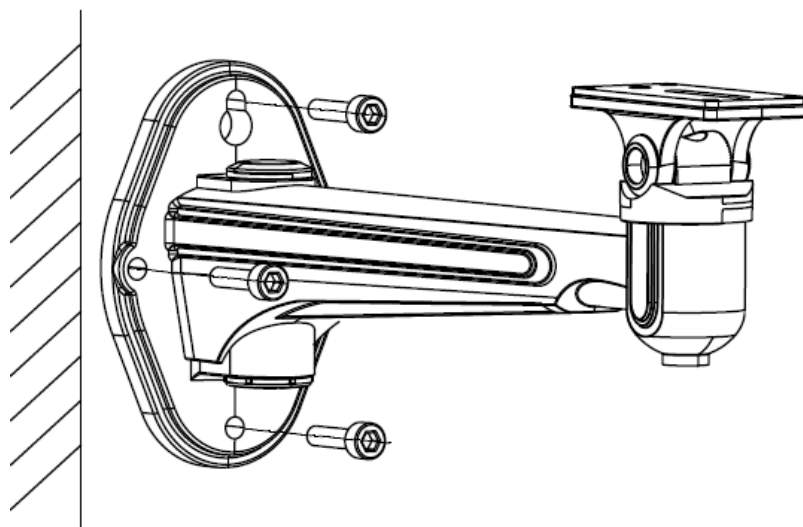

図 2-5 ブラケットの取り付け
8. 図 2-5 のように、ウォールマウントを壁に取り付け、ネジを締めて固定します。